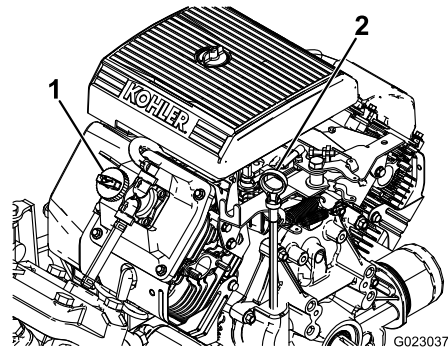

Figure 43
2. Retirez la jauge et essuyez-la sur un chiffon propre (Figure 43). Remettez la jauge dans le tube en l'enfonçant complètement. Sortez de nouveau la jauge et vérifiez le niveau d'huile.
3. Si le niveau d'huile est trop bas, retirez le bouchon de remplissage du couvre-culasse (Figure 43) et versez la quantité d'huile nécessaire dans l'orifice pour faire monter le niveau jusqu'au repère MAXIMUM sur la jauge. Versez l'huile lentement et vérifiez souvent le niveau durant la procédure. Ne remplissez pas excessivement.
8. Versez lentement environ 80% de la quantité d'huile spécifiée dans le goulot de remplissage (Figure 43).